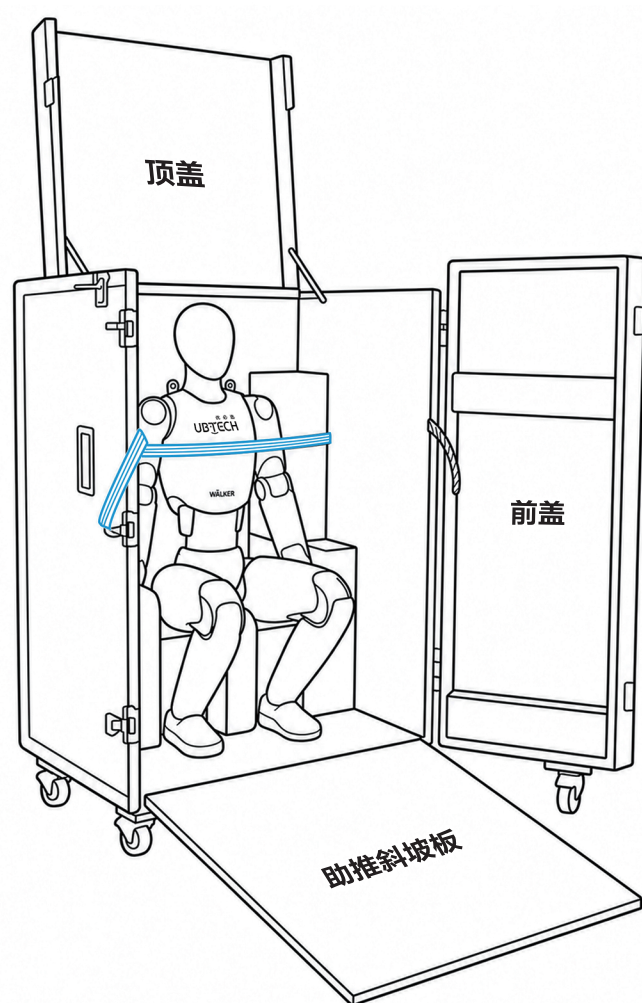

图1
1. 锁紧航空箱两侧及后方车轮，打开航空箱顶盖，取出机器人上方和前方的珍珠棉（图1）
2. 打开航空箱前盖，解开固定带拉下助推斜坡板（图1）